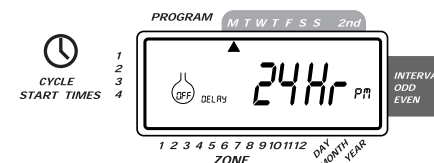

図13: RAIN DELAY操作設定時のディスプレイ
■ダイヤルをAUTOに合わせてそのまま、RAIN DELAYボタンを1度押し、それからENTERボタンを押してください。(図13参照) タイマーは、強制的に24時間操作が中断されます。24時間後、タイマーは自動的にもとの設定に戻り作動し始めます。